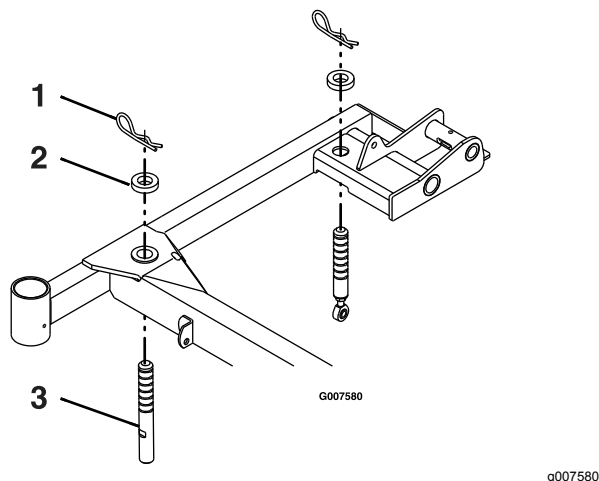

Рисунок 71
4. Убедитесь, что все игольчатые шплинты находятся в отверстиях, соответствующих высоте скашивания 7,62 см деки газонокосилки, а проставки установлены под игольчатыми шплинтами (Рисунок 71).
получить высоту кромки ножа 7,62 см в передней части деки и 8,26 см в задней части деки (Рисунок 71).